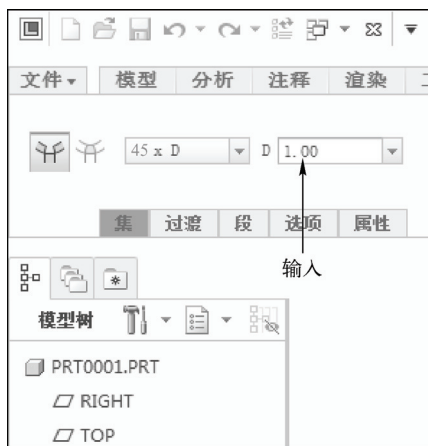

图 15-26 设置参数
STEP 06 在功能区选项板的“模型”选项卡中，单击“工程”面板中的“边倒角”按钮, 打开“边倒角”选项卡，设置倒角类型为“45×D”，并在“输入值”文本框中输入“1”，如图 15-26 所示。